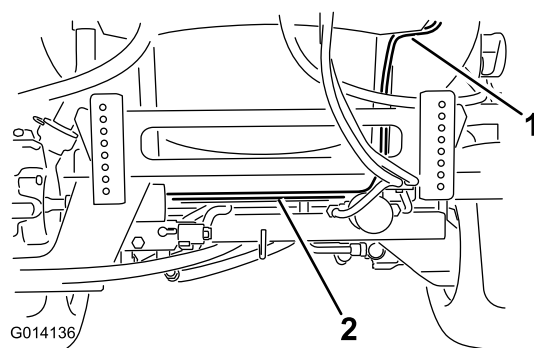

Рисунок 14
1. Найдите жгут электропроводки, идущий от блока управления шлангового барабана. Протяните длинный конец жгута с круглыми клеммами и разъемом предохранителя вдоль задней части рамы бака на полозьях и рамы машины позади кронштейна привода стрелы (Рисунок 14). Прикрепите жгут к раме пластиковым хомутом.